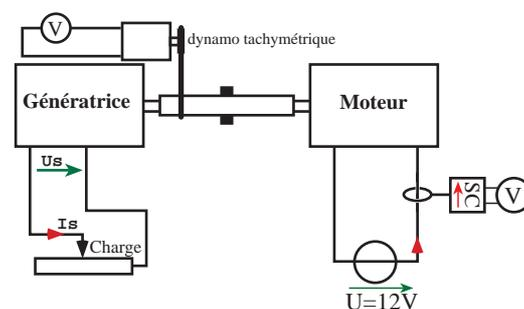

figure 2
- Brancher un voltmètre (calibre tension continue) sur la dynamo tachymétrique (*figure 2*) ;